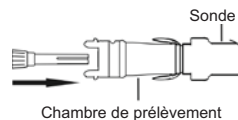

Figure 2 : Insérer le guide d'embout dans la chambre de prélèvement
2. En appliquant une technique d'asepsie standard, sortir l'applicateur de l'emballage et vérifier qu'il n'est pas endommagé. Retirer le cache de l'embout (A).
5. Insérer le guide d'embout (B) dans la chambre de prélèvement. S'assurer que le guide d'embout est inséré à fond. Se référer à la Figure 2.